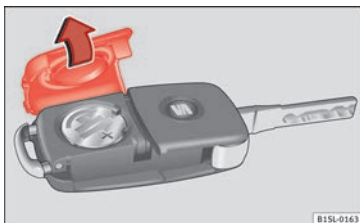

Fig. 99 Chiave del veicolo: copertura del vano della batteria.
- Togliere il coperchio della parte posteriore della chiave del veicolo » fig. 99 nel senso della freccia » ❶.
- Posizionare il coperchio della chiave del veicolo, premendolo come indicato » fig. 99, nel senso contrario alla freccia, fino a che si incastra.
❶ ATTENZIONE